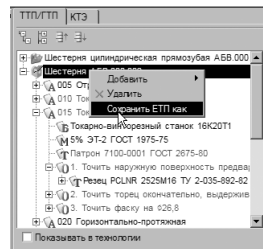

Рисунок 130
30. Установите курсор в дереве ТТП/ГТП на элемент *Шестерня АБВ.000.002* и выберите из контекстного меню **Сохранить ЕТП как** (рис. 130). В открывшемся окне укажите имя сохраняемого ЕТП – *АБВ.000.002* и место сохранения и нажмите кнопку **Сохранить**.